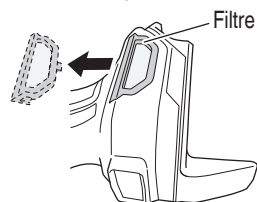

Fig. 20
- Si la maille est bouchée et que les débris ou la poussière ne peuvent pas être retirés, détachez le filtre et nettoyez-le avec un pistolet pneumatique ou autre (Fig. 20).